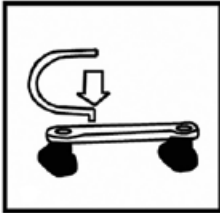

Abb. 1
2. Die drehbaren Räder in die Fahrgestelleisten anschrauben und das gebogene Bügelende in die Öffnung in jede Leiste (Abb. 1) einfädeln. 1).